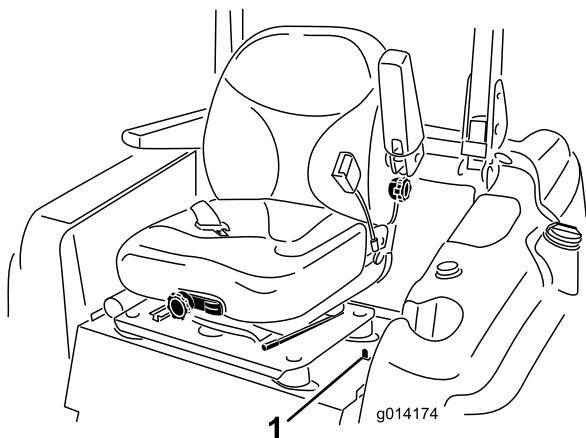

Рисунок 23
1. Для разблокировки сиденья отведите назад фиксатор сиденья, расположенный на левой стороне сиденья, и потяните вперед за верх сиденья (Рисунок 23).